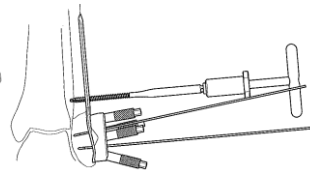

図8
- 8) 3.5 コーティカルスクリュータップの後端にTハンドルを装着し、イメージ下で確認しながらプレータップを行います。（図8）